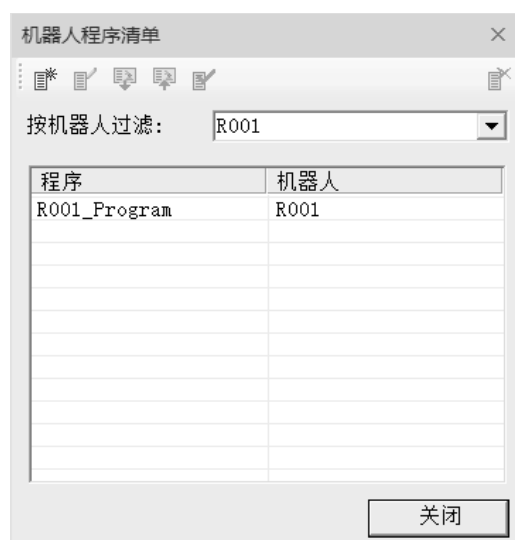

图 7-25
(3) “机器人程序”创建完成后的结果如图 7-25 所示。